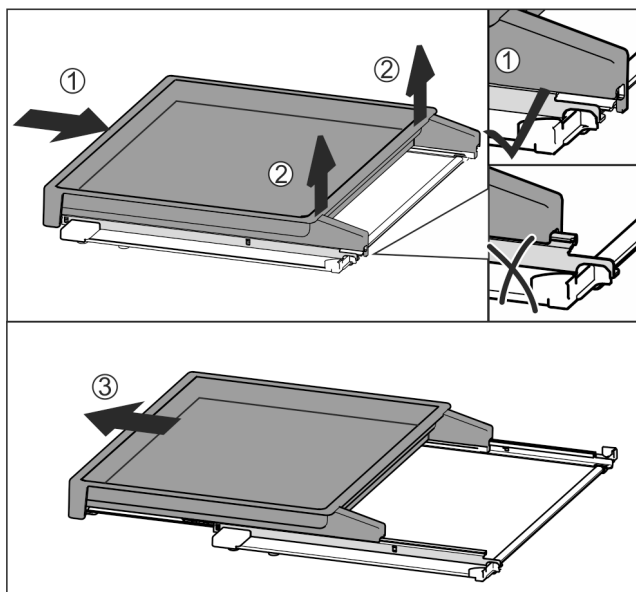

Fig. 32
- ▶ Vysouvací přihrádku zcela zasuňte Fig. 32 (1).
- ▶ Uvolněte západku na zadní straně Fig. 32 (2).
- ▶ Vysouvací přihrádku vjměte směrem dopředu Fig. 32 (3).